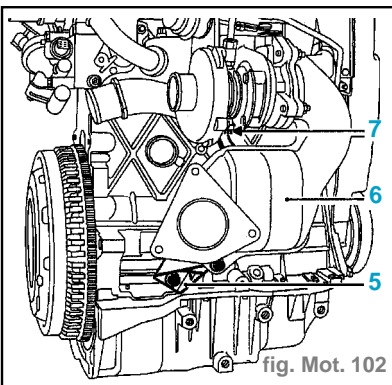

fig. Mot. 102
- la béquille de fixation (5), (fig. Mot. 102)
- les deux vis fixant le tuyau (7) de retour d'huile du turbo au moteur,
- Désaccoupler le pré-catalyseur (6) du turbo (catalyseur d'amorçage).